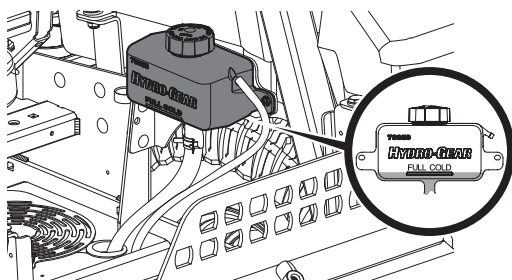

Figure 42
2. Tournez le bouchon du réservoir dans le sens antihoraire pour le retirer, puis vérifiez le niveau d'huile dans le réservoir. L'huile doit être visible au fond de la coupelle, mais le niveau d'huile ne doit PAS être supérieur à la ligne « FULL COLD » (Figure 42). NE REMPLISSEZ PAS LE RÉSERVOIR.